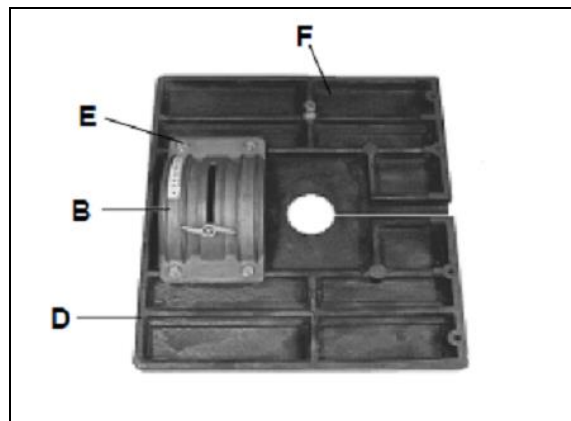

Fig 3
Positionner le dispositif de bascule de la table (B, Fig 3) sous la table de la scie (D) en utilisant les 4 vis hexagonales M8 x 16 (E) et les rondelles. Vérifier que la graduation d'inclinaison se trouve au bord de la table.